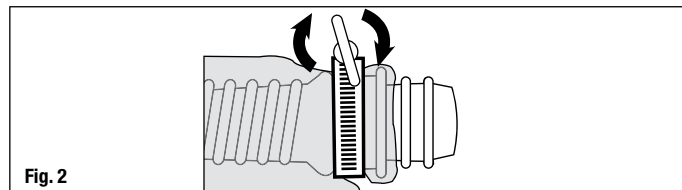

Fig. 2
- Gire el tornillo en la prensa en sentido de las manecillas del reloj para apretar la prensa alrededor del adaptador. Asegúrese que la prensa esté colocada sobre el puño del adaptador y no en la longitud flexible del adaptador o en el punto de conexión de respiración (Fig. 2).